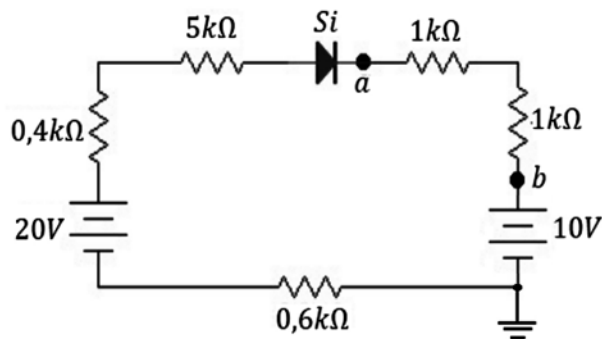

Figura 2.49 Circuito DC con diodos. Fuente: Elaboración propia
- m) En el circuito de la figura 2.49, se pide hallar el voltaje entre a , b .